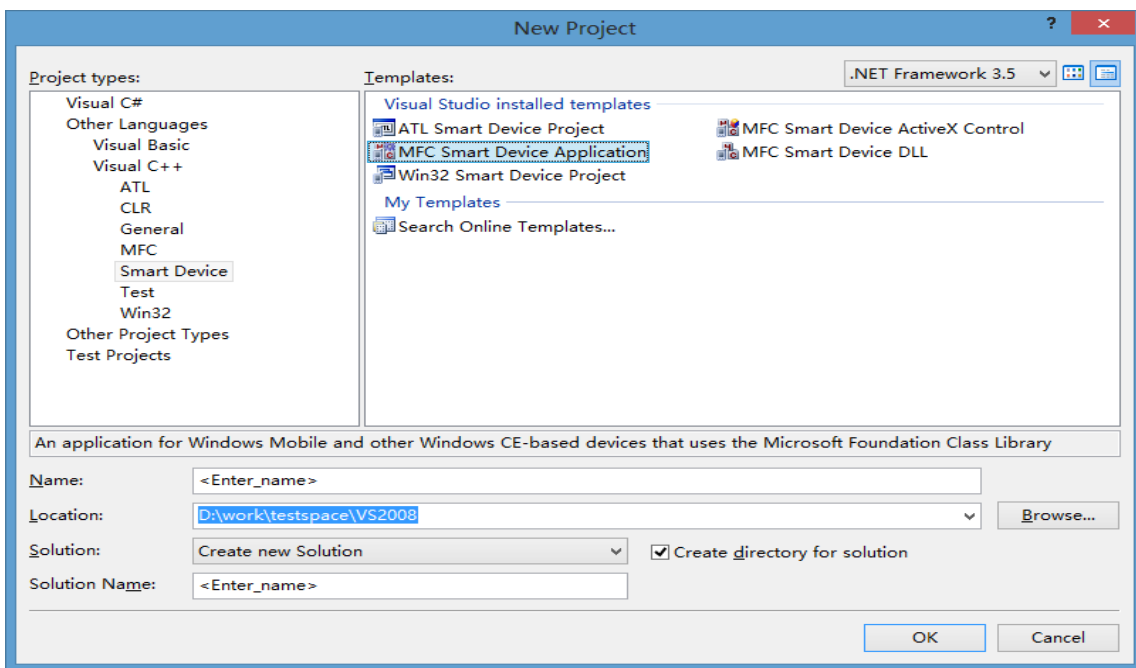

图 5-3 新建工程
1) 新建工程，启动 Visual Studio，新建 Smart Device 类型的工程（MFC 或者是托管），如图 5-3